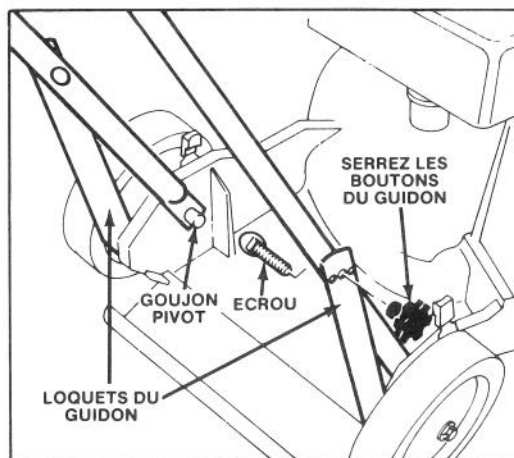

Figure 1
1. MANCHERON INFERIEUR (Fig. 1) — Poussez l'une vers l'autre les extrémités du mancheron inférieur et installez-le sur les goujons-pivots. Insérez les boulons à travers le trou des loquets du guidon et installez les boutons du guidon. Serrez bien. Veillez à ce que le câble de commande soit vers l'arrière et à l'intérieur du guidon.